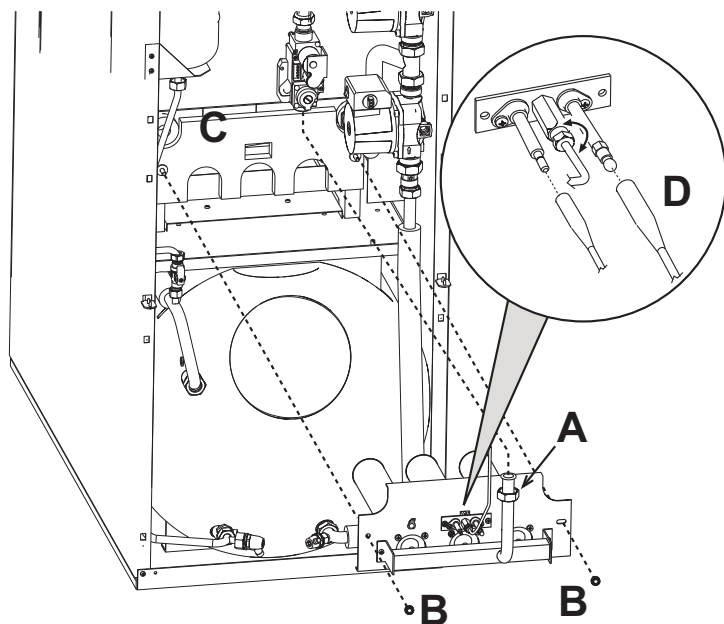

рис. 22 - Демонтаж горелок
- Развинтите две гайки "В" крепления дверцы камеры сгорания к чугунным элементам корпуса котла (рис. 22)